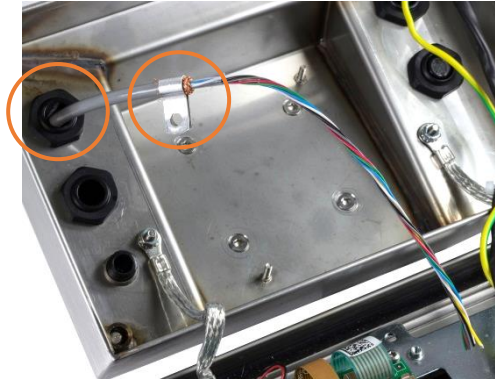

Figure 2-29 : Câble du capteur pénétrant dans l'enceinte de l'IND236 avec le serre-câble de mise à la masse sur le châssis
1. Le câble du capteur est dirigé dans l'enceinte à travers le presse-étoupe indiqué sur la Figure 2-29.